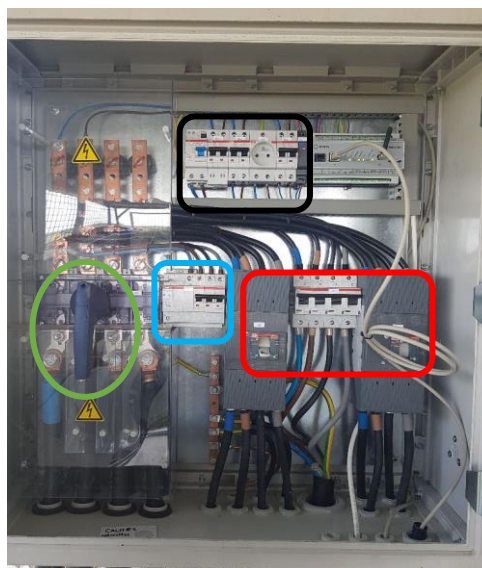

Figure 14
- Dans le TGBT du local technique Manœuvrer le sectionneur (cf. Figure 14).
- Manœuvrer le parafoudre puis le disjoncteur de chaque onduleur ainsi que l'ensemble des disjoncteur BT (cf. Figure 14).